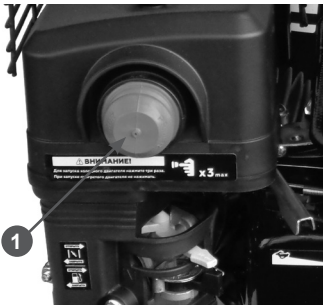

Рис. 26 Расположение ручного топливного насоса
6. Нажмите 3 раза на ручной топливный насос 1 (Рис. 26).